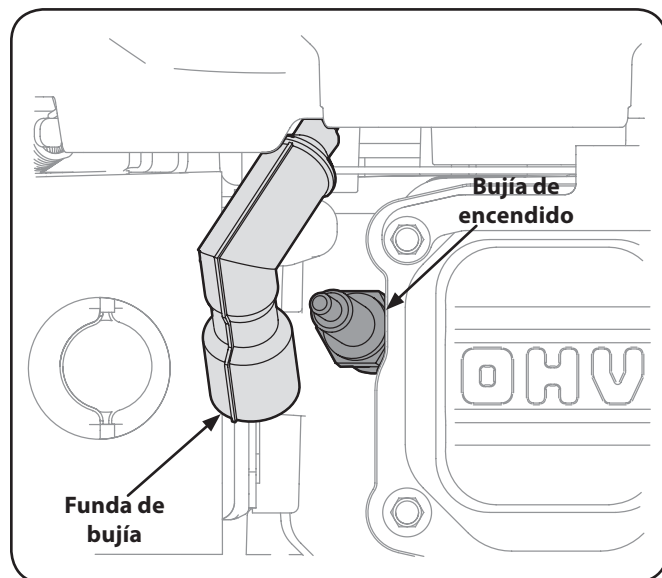

Figura 6-25
1. Retire la funda de bujía y utilice una llave para bujías para extraer la bujía. Vea la Figura 6-25.